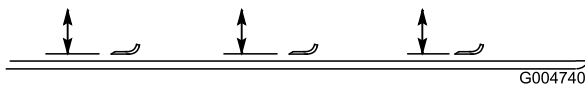

Figure 91
2. Tournez la lame dans le sens longitudinal (Figure 91). Mesurez la distance entre l'intérieur du plateau de coupe et le tranchant à l'avant de la lame. Notez cette valeur.